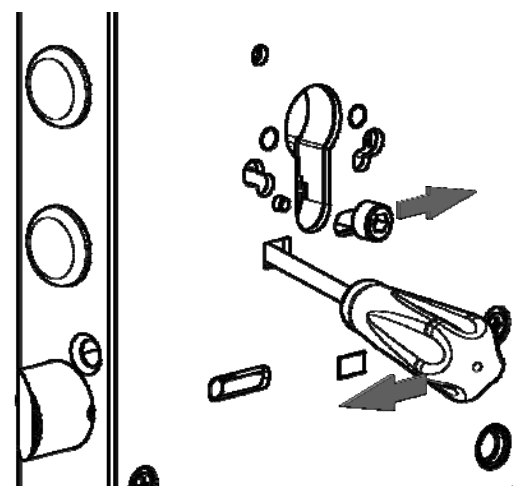

Fig.3
A vite (B) allentata, con un cacciavite fare leva come indicato in Fig.3 sino a far arretrare completamente la vite (B) nel senso della freccia.
Per estrarre il cilindro, svitare la vite (A), con un cacciavite fare leva come indicato in Fig.3 sino a liberare il cilindro.